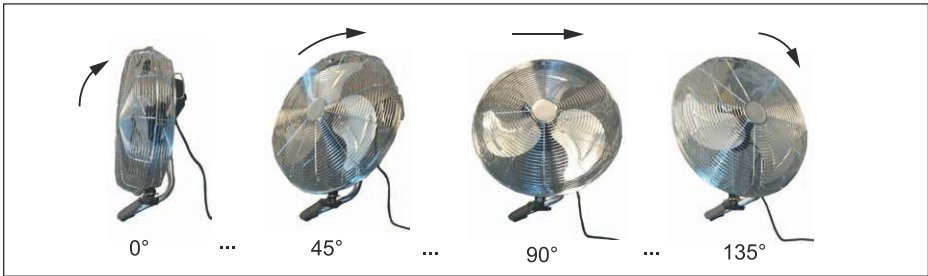

Fig.46: Hellingshoek instellen
3. Kantel de ventilator in de gewenste positie van waaruit moet worden geventileerd. Zie afb. 46.